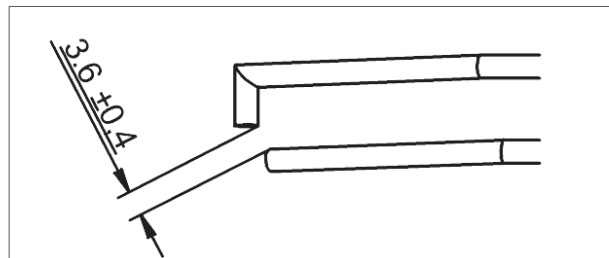

Figure 25 - Écart entre les deux électrodes
- b. L'écart entre les deux électrodes doit être égale à  $3,6(\pm 0,4)$  mm (figure 25).